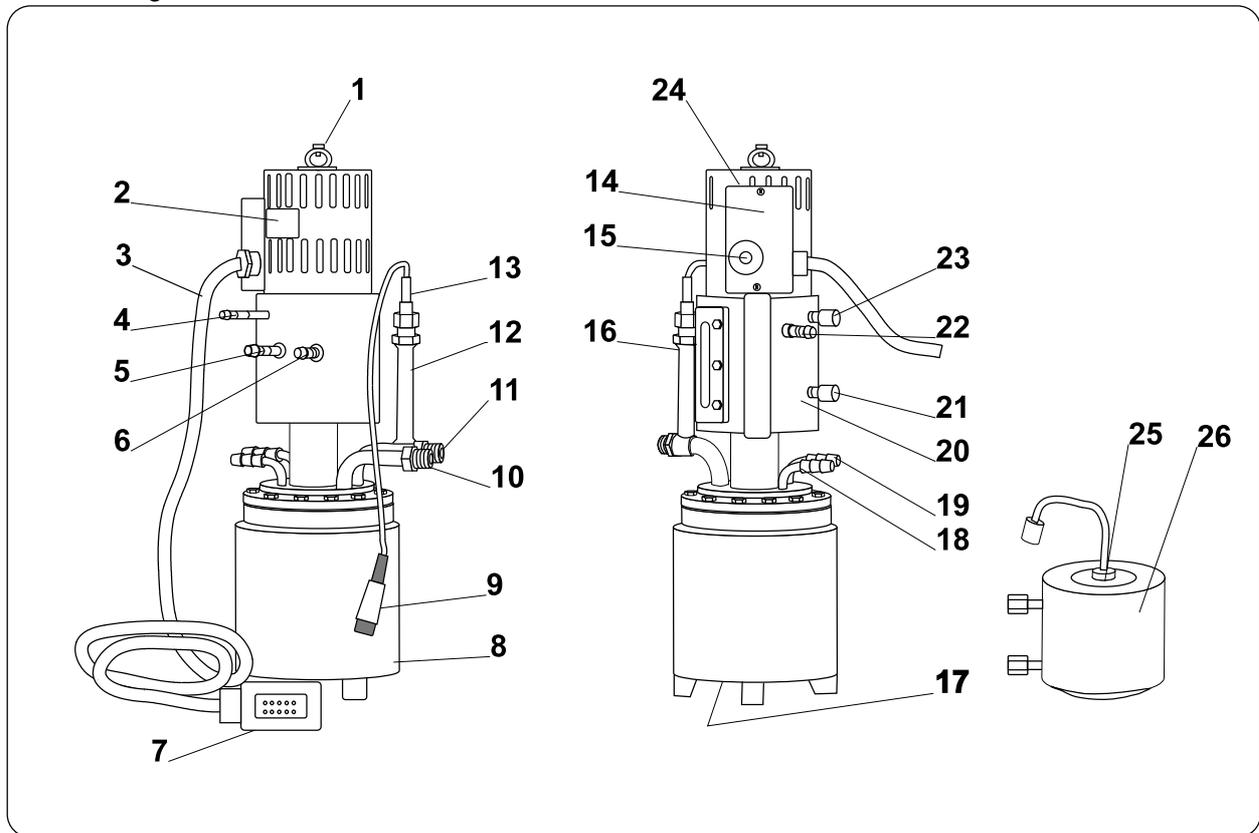

Bild 3
- Wärmeträgerflüssigkeitsanschluß (11) (Druckseite) mit unterem Wärmeträgerflüssigkeitsanschluß des Rezipienten verbinden
- Wärmeträgerflüssigkeitsanschluß (10) Rücklauf mit oberem Wärmeträgerflüssigkeitsanschluß des Rezipienten verbinden
- Temperaturfühler (13) aus Aufnahmerohr (12) herausrauben (siehe Seite 7, Bild 3)
- mitgelieferten Trichter in Aufnahmerohr (12) einführen
- Wärmeträgerflüssigkeit vorsichtig einfüllen, bis es in der Mitte des Schauglases (16) sichtbar ist
- Temperaturfühler (13) in Aufnahmerohr (12) einschrauben
- Schlauch auf Überlauf (22) aufschieben
- Öl bis Mitte Füllstandsanzeige (16) nachfüllen
Siehe hierzu Bild 3, Seite 7